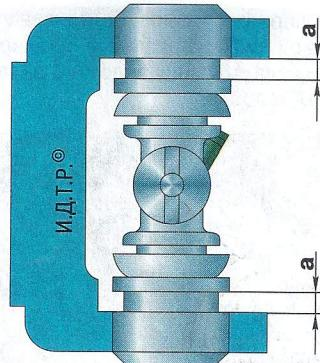

Рис. 6.8. Схема запрессовки подшипников карданного шарнира
12. Запрессуйте окончательно первый подшипник так, чтобы канавки для стопорных колец разместились на равном расстоянии a (рис. 6.8) относительно внутренних торцов вилки.